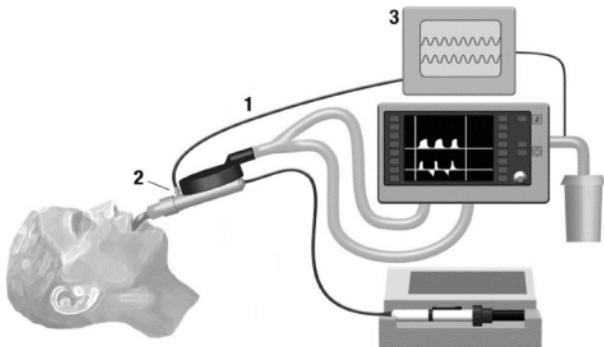

図1
1. 図1に示すように、ガスサンプリングライン(1)をSedaconda ACDガスマニタサンプリングポート(2)に接続します。ルアーコネクタを時計回りに回して、接続ポイントでガスのリークが生じないようしっかりと固定します。